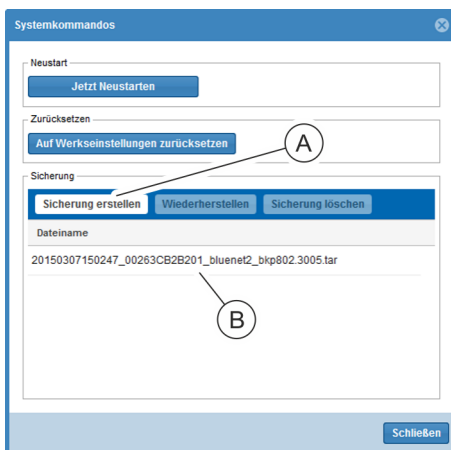

Abb. 189: Fenster "Systemkommandos"
3. ➔ Über die Schaltfläche „*Sicherung erstellen*“ eine Sicherung der Konfiguration der PDU erstellen (Abb. 189/Ⓐ).
➔ Eine Sicherung der Einstellungen wird durchgeführt und auf der PDU gespeichert. Im Feld "Dateiname" werden die Sicherungen mit Zeitstempel angezeigt (Abb. 189/Ⓑ).